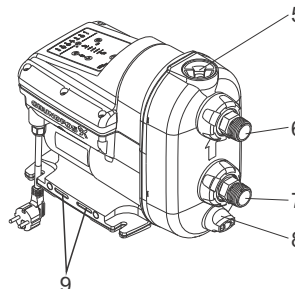

Abb. 20 Pumpe SCALA2
5. Öffnen und entfernen Sie allmählich den Einfüllstopfen. Siehe Abb. 20 (5).
6. Entfernen Sie den Entleerungsstopfen, um die Flüssigkeit aus der Pumpe abzulassen. Siehe Abb. 20 (8).
7. Schrauben Sie die Überwurfmutter am Zulaufanschluss ab. Siehe Abb. 20 (7). Je nach Installationsvariante kann es erforderlich sein, die Rohre sowohl auf der Ein- als auch auf der Austrittsseite zu demontieren.
5. Öffnen und entfernen Sie allmählich den Einfüllstopfen. Siehe Abb. 20 (5). Stopfen und Rückschlagventil bilden eine Einheit.